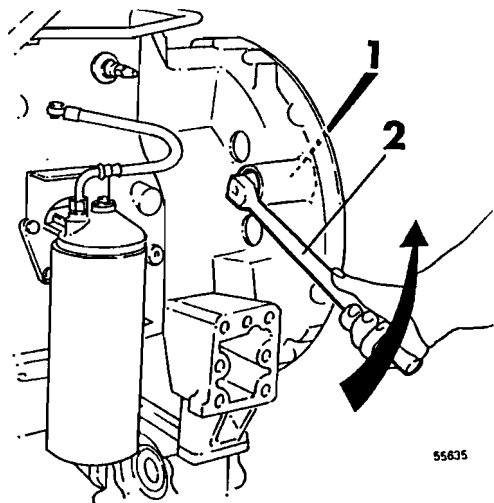

Fig. 215
- 8 Girar el cigüeñal en el sentido de rotación, véase fig. 215. Girarlo hasta que el 1:er cilindro se halle en el tiempo de compresión (0 grados en el disco propulsor/volante y cerradas las dos válvulas del 1:er cilindro).
- 3 Hacer girar el cigüeñal en el sentido de rotación, véase la fig. 215. Girarlo hasta que el 1:er cilindro se halle en el tiempo de compresión (0 grados del disco propulsor/volante y las dos válvulas del 1:er cilindro cerradas).